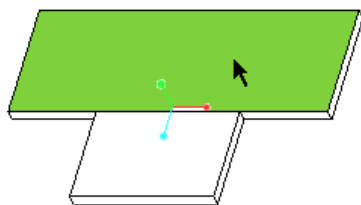

图 1-178 选择要与分离壁合并的基础壁曲面
(3) 选择要与分离壁合并的基础壁曲面，如图 1-178 所示，并在菜单管理器的“特征参考”菜单中选择“完成参考”命令。